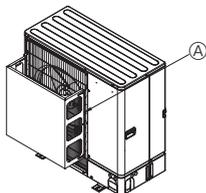
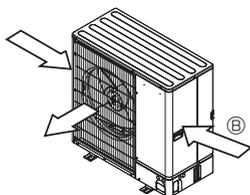

Fig. 2-4
Fig. 2-5
- ② Ak je jednotka nainštalovaná na miesto, kde môžu do výstupu vzduchu priamo vstupovať silné vetry spôsobené napr. tajfúnom, nainštalujte voľiteľný vzduchový kryt. (Fig. 2-4)
- ③ Kryt výstupu vzduchu
- ④ Pokiaľ je to možné, jednotku umiestnite tak, aby výstup vzduchu fúkal kolmo na smer sezónneho vetra. (Fig. 2-5)
- ⑤ Smer vetra